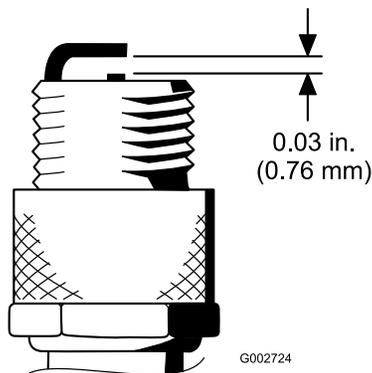

Рисунок 32
4. Установите зазор между центральным и боковым электродами на 0,76 мм, как показано на Рисунок 32.